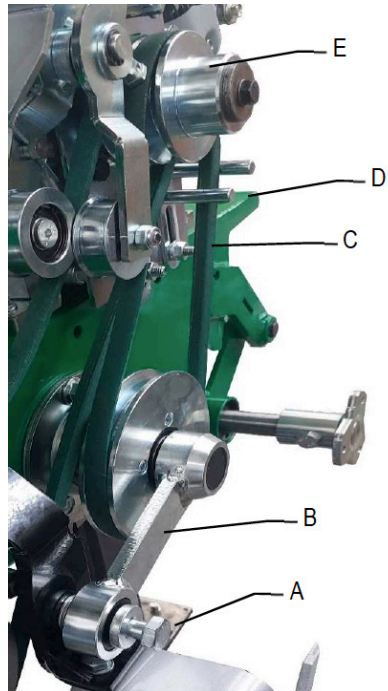

Abb. 10
- Die Pleuelstange muss zerlegt werden (Abb.10 Ref. B), die Mutter entfernt und die Schraube gelöst werden, mit der sie am Arm befestigt ist (Abb.10 Ref. A).
- Nach dem Zerlegen der Pleuelstange kann der Riemen durch manuelles Drehen der unteren Riemenscheibe gegen den Uhrzeigersinn (Abb.10 Ref. C) entfernt werden (Abb.10 Ref. E).
- Zu diesem Zeitpunkt ist es erforderlich, die korrekte Positionierung des Riemens durch Betätigen des entsprechenden Messersteuerhebels zu überprüfen. Wenn dieser abgesenkt wird und der Riemen unter maximaler Spannung steht, muss der Abstand zwischen ihm und den entsprechenden Riemenführungen (Abb.10 Ref. D) ungefähr 2 mm betragen.18